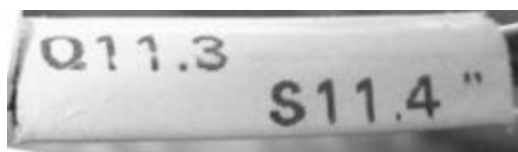

Рисунок 7 – Бирка.
10.4. Обратите внимание на бирки (рис. 7), надетые на концы проводов.
Методика чтения содержания бирок: на бирке последовательно даны концы цепи (провода) в формате “Маркировка элемента. Клемма этого элемента”. (Например: надпись на бирке “Q11.3” (рис. 7) означает, что один